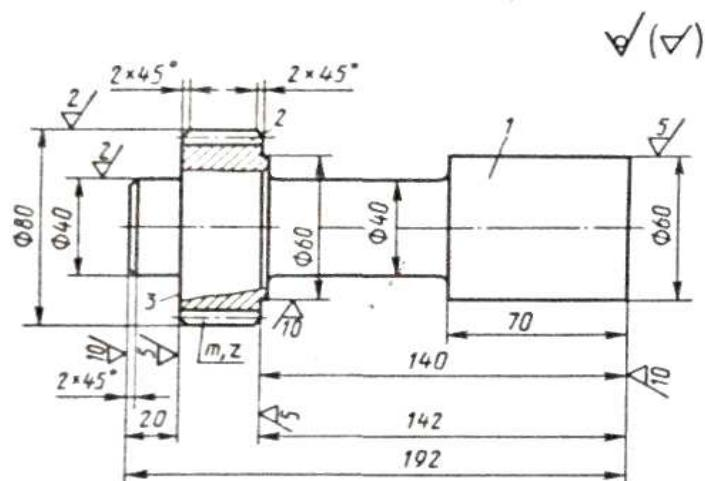

Рис. 27
2. Разработайте процесс изготовления поковки детали (рис. 27) методом горячей объемной штамповки на паровоздушном молоте. При выполнении работы следует: описать сущность горячей объемной штамповки и указать области ее применения; привести схему молота и описать его работу; установить температурный интервал штамповки и способ нагрева заготовки; составить чертеж поковки и определить ее массу; с учетом технологических отходов определить объем, массу и длину исходной заготовки; выбрать переходы штамповки и привести эскиз инструмента; перечислить все операции